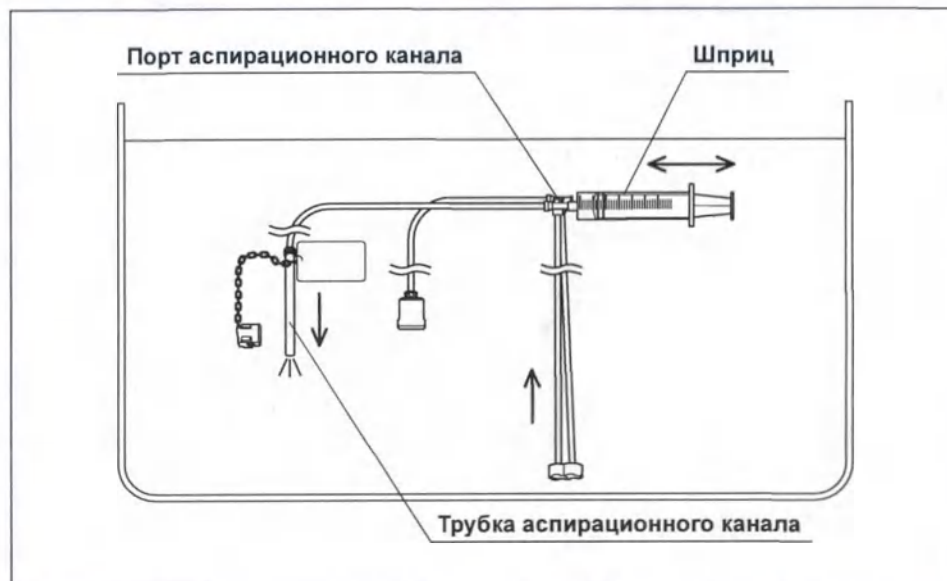

Рис. 6.16
- 2 Полностью погрузив шприц и инъекционную трубку в воду, медленно оттяните поршень шприца, чтобы заполнить шприц водой. Затем надавите на поршень, чтобы промыть аспирационный канал инъекционной трубки 30 миллилитрами воды. (см. рис. 6.16)